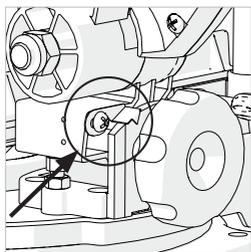

図7
- ・ヘッドを上げ、インジケータがブレード傾斜度数目盛0度をさしていることを確認します。(図7)